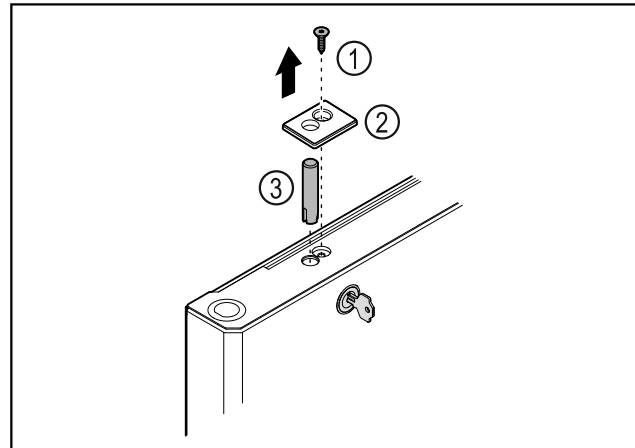

Fig. 41
- ▶ Rimuovere la vite Fig. 41 (1).
- ▶ Disinnestare la copertura Fig. 41 (2) con l'ausilio di un piccolo cacciavite e rimuoverla.
- ▶ Estrarre il perno della serratura Fig. 41 (3).